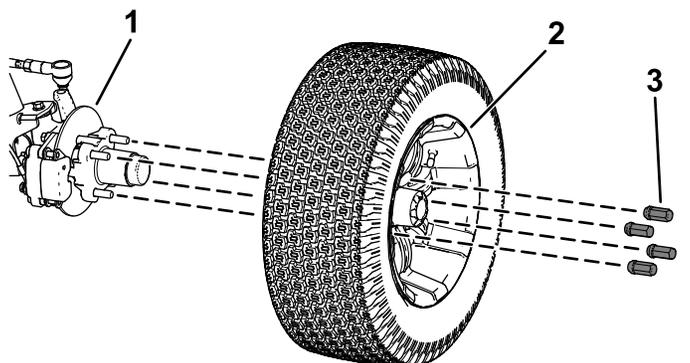

図 37
2. ホイールをハブに固定しているラグナット4個を外す 図 37。
4. ホイールをハブに取りつける。空気バルブを外側に向けて取り付けること 図 37。
5. ラグナットを使用して、ハブにホイールを取り付ける 図 37。